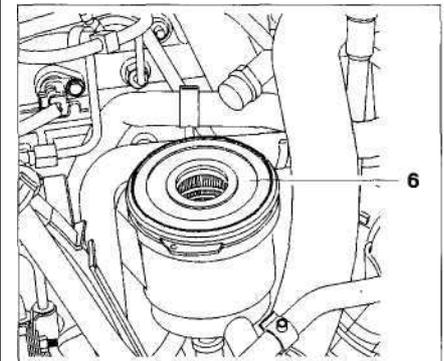

Рис. 7.32. Установите новый фильтрующий элемент 6.
8. Установите новый фильтрующий элемент 6 (рис. 7.32).